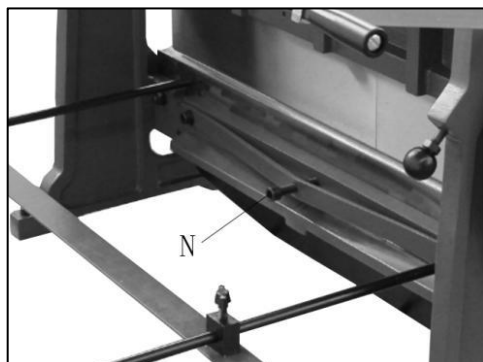

Figure 9
9. Si la cisaille coupe le papier aux extrémités, mais pas au centre, tournez légèrement la vis (N, Figure 9) dans le sens des aiguilles d'une montre jusqu'à ce que le papier soit coupé. fr longueur du pneu.